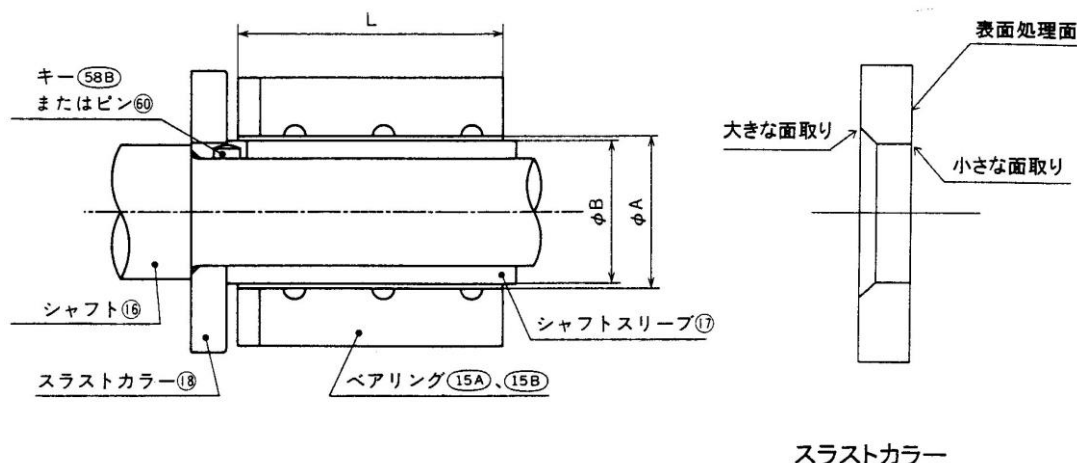

図2
- (1) シャフトスリーブ(17)の回り止めのキー(58B)またはピン(60)を図2に示す位置に装着します。